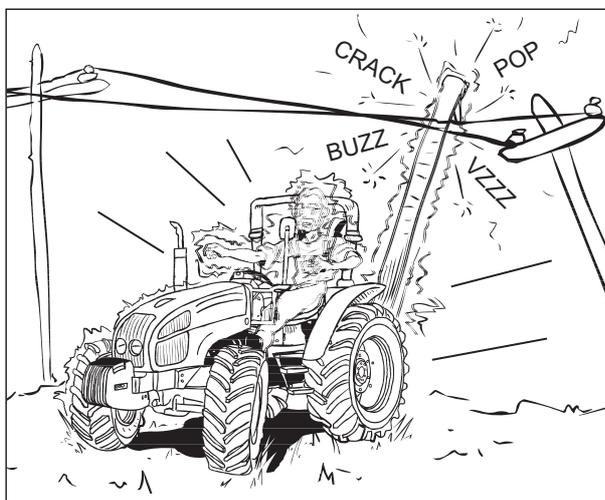

Abb.2-15
**ACHTUNG:** Das Berühren von Hochspannungsleitungen kann Todesgefahr bedeuten. Wenn Sie Hochspannungsleitungen berührt haben, nicht aussteigen, sondern den Traktor und/oder den Frontlader so verfahren, dass die Berührung rückgängig gemacht wird, und fahren dann auf Sicherheitsabstand (Abb.2-15).